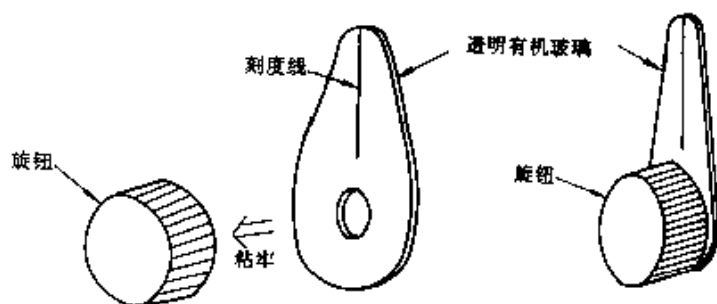

图 4-25
③ 按图 4-25 所示,用透明有机玻璃薄板制成一个带刻度线的指针板,粘牢在电位器 RP₁ 的旋钮上,作为频率指示。